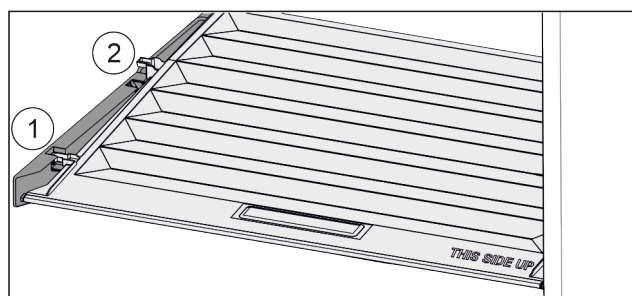

Fig. 39
- ▶ Veko potiahnite dopredu až k otvoru v prídržných dieloch Fig. 39 (1).
- ▶ Vzadu ho nadvihnite zospodu a zložte smerom nahor Fig. 39 (2).